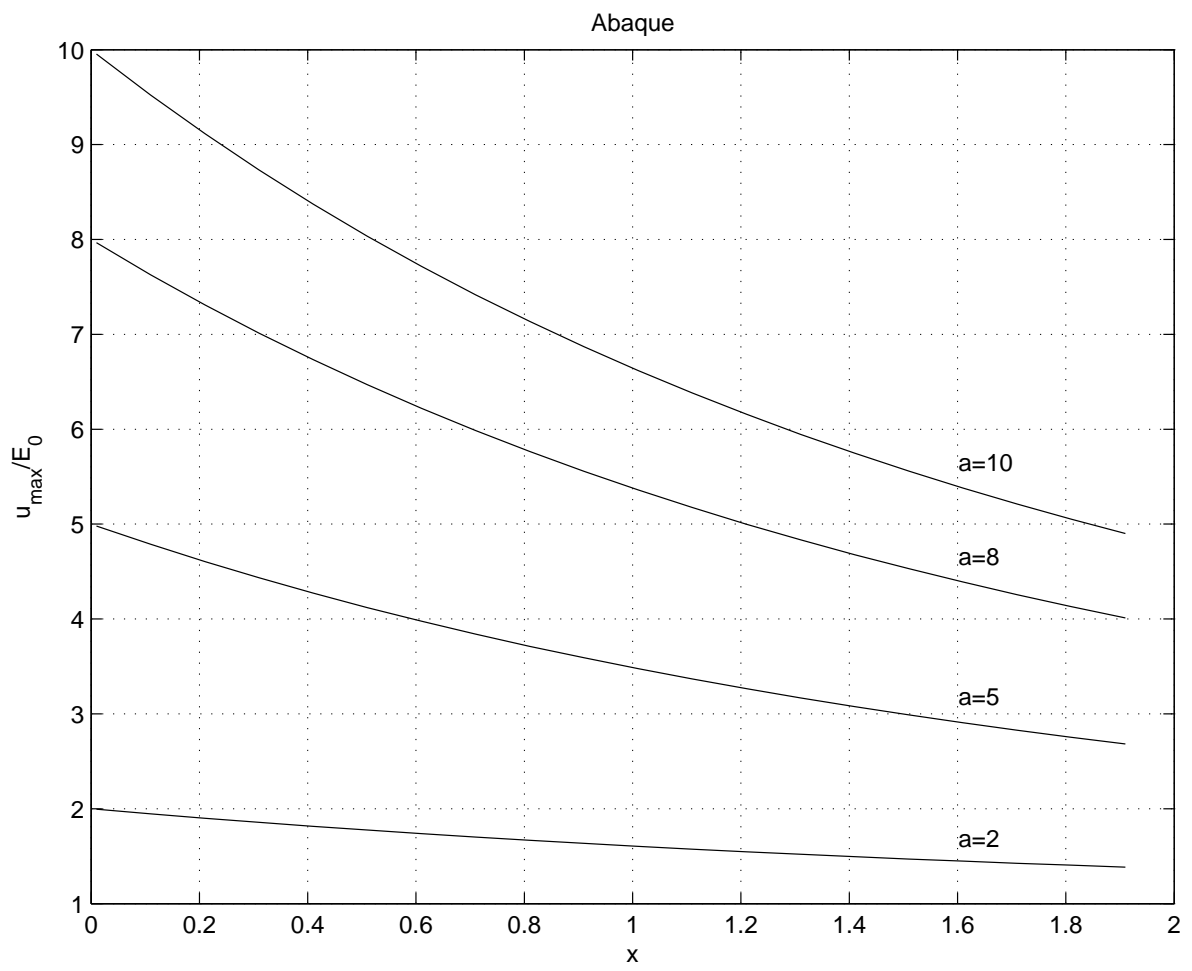

FIG. 13 – Abaque
L'abaque de la figure 13, représente la fonction :
6.9) En utilisant l'abaque de la figure 13, déterminer la fréquence d'échantillonnage maximale qui permet de satisfaire au cahier des charges.